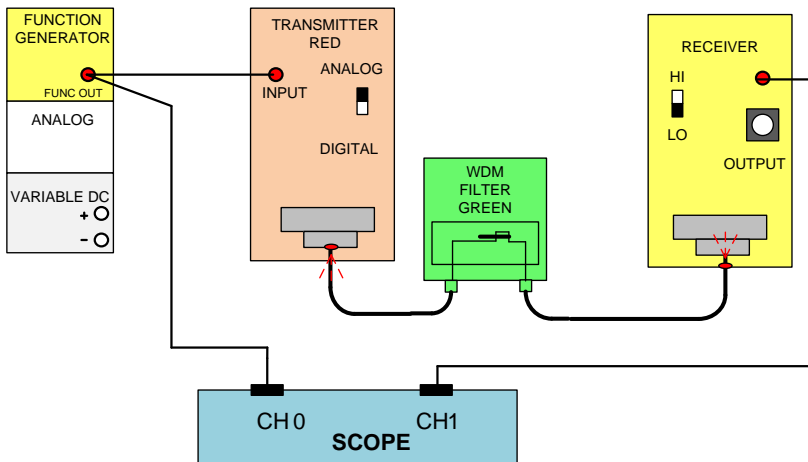

Рис.7. Схема соединений оптического модуля передачи с фотоприемником и зеленым светофильтром
19. Замените красный светофильтр зеленым, как показано на рис. 7.